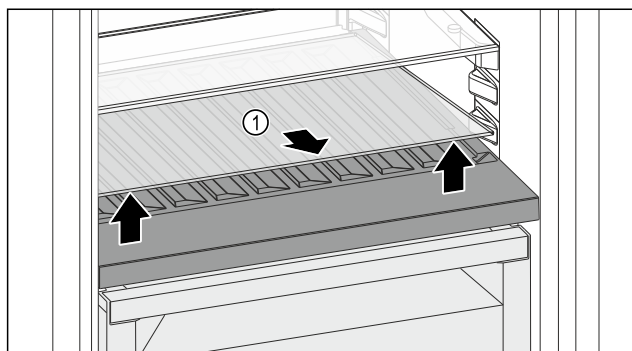

Fig. 177
- Podignite staklenu ploču Fig. 177 (1) na otvoru sprijeda i izvadite je.
- Čuvajte staklenu ploču Fig. 177 (1) na sigurnom izvan uređaja.
- Uložite staklenu ploču (2) ispod promjenjive police za boce.